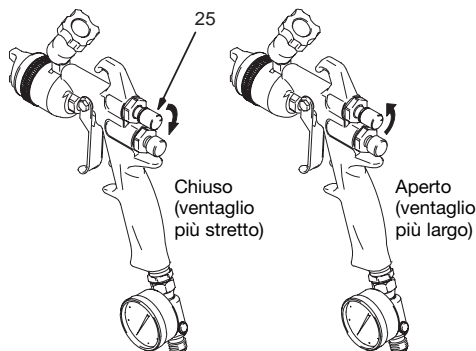

Fig. 11
Ruotare il cappello della pistola quanto serve per raggiungere la direzione del ventaglio desiderata. Per creare un ventaglio rotondo, chiudere l'aria del getto girando completamente il perno di regolazione (25) in senso orario. Vedi Fig. 11.